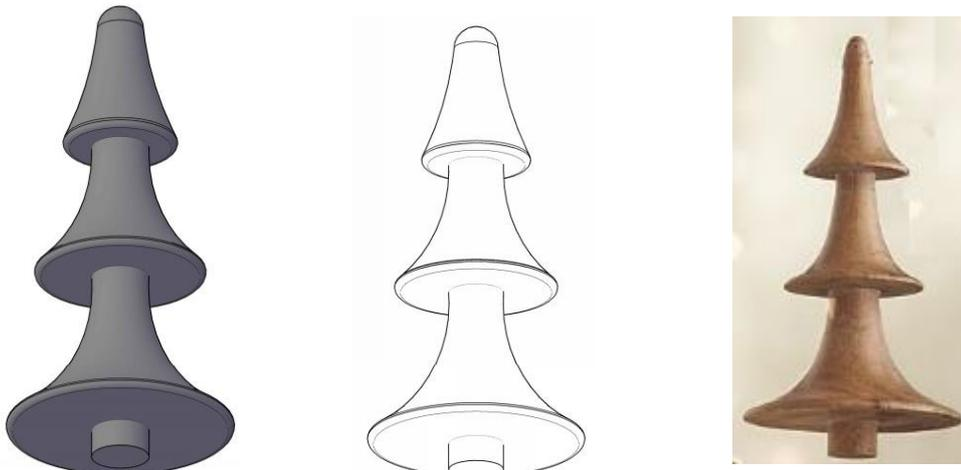
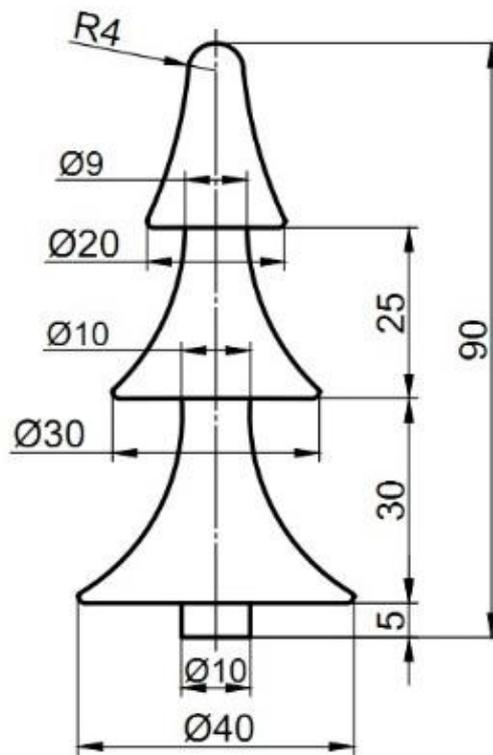

Рис. 1
Рис.2
1. По данному образцу (Рис. 1) и эскизу (Рис. 2) выточить изделие;